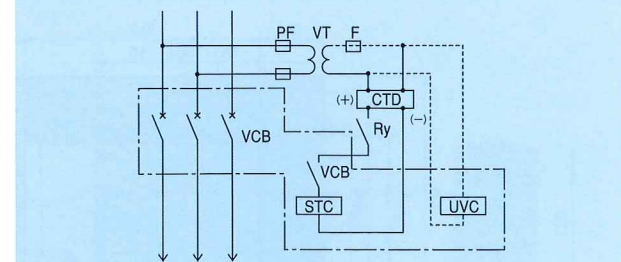

図5.3 コンデンサ引外し回路例(不足電圧引外し)
(3)コンデンサ引外し電源装置 (CTD) (図5.3)
(4)不足電圧引外し装置 (UVC) (図5.3)